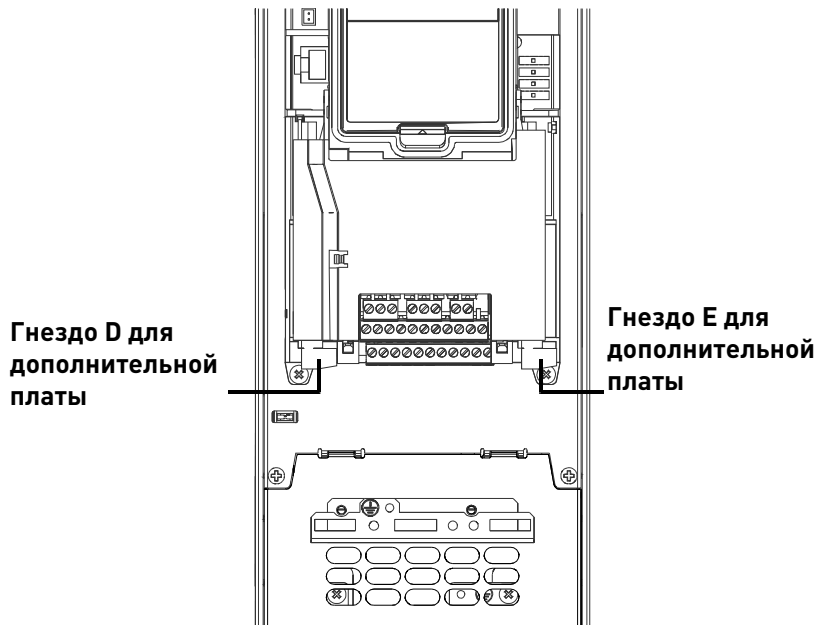

Рис. 13. Гнезда для дополнительных плат
**A** и **B** основные платы приводов переменного тока Vacon, **D** и **E** дополнительные платы (см. Рис. 13). См. раздел 3.5.2.3.